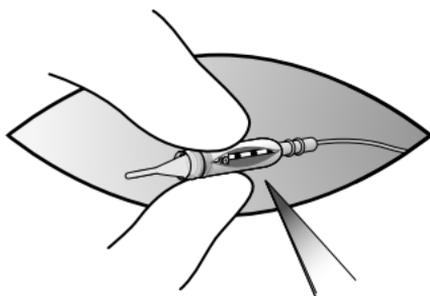

Figura 22. Corte a cobertura de ligação de forma a expor o parafuso de fixação
4. Corte a cobertura do conector sobre a cobertura do elétrodo de forma a expor o parafuso de fixação (Figura 22).